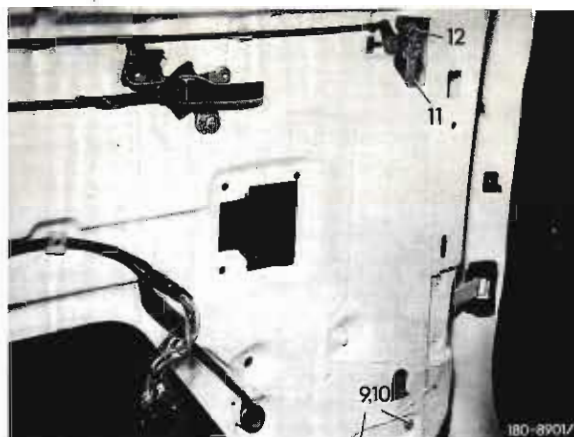
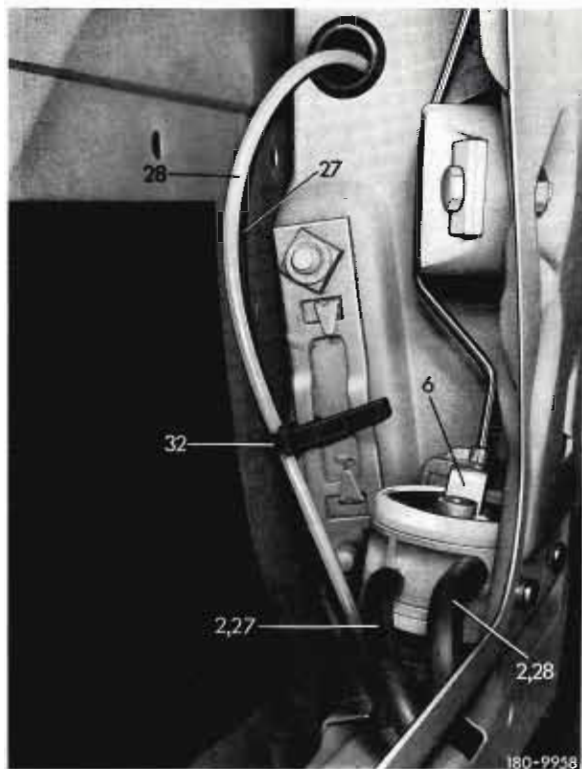

Bild 5
Bild 17
17 Unterdruckelemente (6) in die Fondtüren so einsetzen, daß die Unterdruckanschlüsse entgegen der Fahrtrichtung zeigen (Bild 17). Anschließend mit den Teilen (9 und 10) anschrauben (Bild 5).
18 Schaltstange (11) an beiden Fondtüren mit der Sicherungsklammer (12) sichern (Bild 5). Anschließend Übertotpunktfeder an beiden Türschlössern entfernen.
40 Unterdruckleitungen (27 und 28) 850 mm lang von den beiden T-Stücken (30) durch die Kastensäule zum Unterdruckelement in der rechten Fondtür verlegen und mit zwei 90 mm langen Verbindungsstücken (2) anschließen, sowie mit einem Kabelband (32) befestigen (Bild 17 und 20).